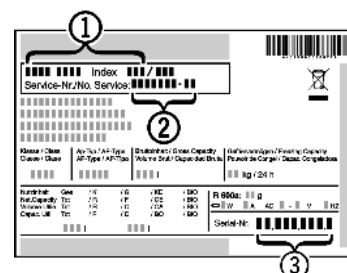

Fig. 14
- ▶ Назва пристрою *Fig. 14 (1)*, сервісний номер *Fig. 14 (2)* та серійний номер *Fig. 14 (3)* вказані на таблиці типів. Табличка типів знаходиться всередині пристрою, зліва.
- ▶ Повідомте сервісну службу про характер неполадки, назву пристрою *Fig. 14 (1)*, сервісний номер *Fig. 14 (2)* та серійний номер *Fig. 14 (3)*.